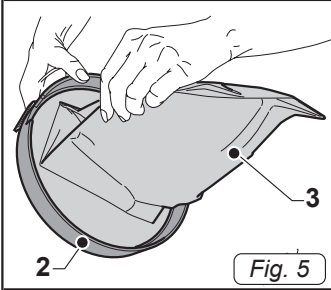
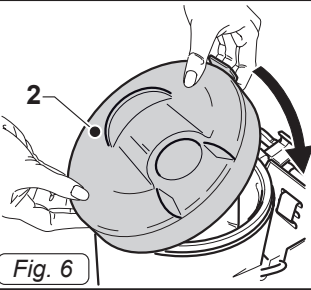

Fig. 5
Fig. 6
- Rimontare il filtro in tela (4 Fig.3), rimontare il sacchetto in carta (3 Fig.5) sul coperchio (2 Fig.5) e mantenendolo in posizione rimontare il coperchio (2 Fig.6).